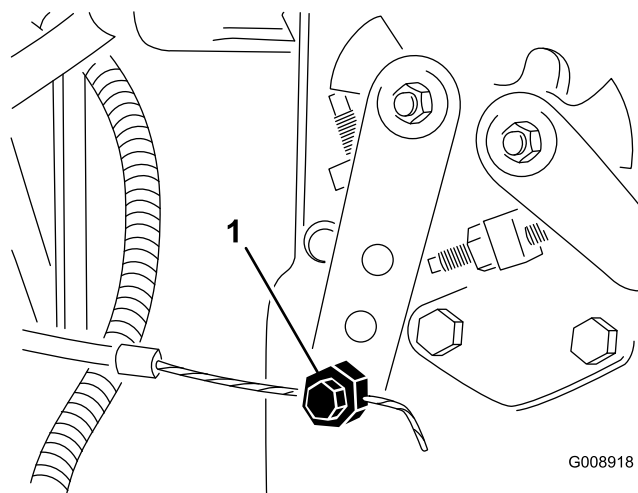

Figura 57
2. Desaperte o dispositivo de ligação do cabo do acelerador na alavanca da bomba de injeção (Figura 57).